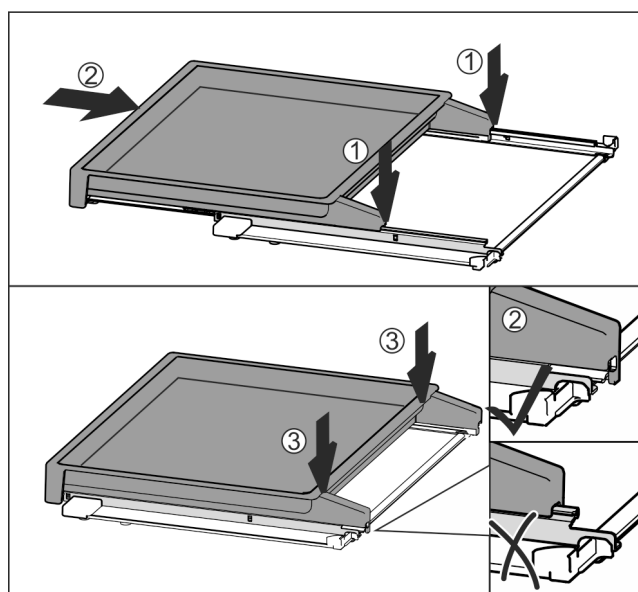

Fig. 113
- ▶ La poser au centre sur les rails Fig. 113 (1).
- ▶ Insérer complètement la bordure télescopique Fig. 113 (2).
- ▶ Appuyer sur sa partie arrière jusqu'à ce qu'elle s'enclenche de manière audible Fig. 113 (3).